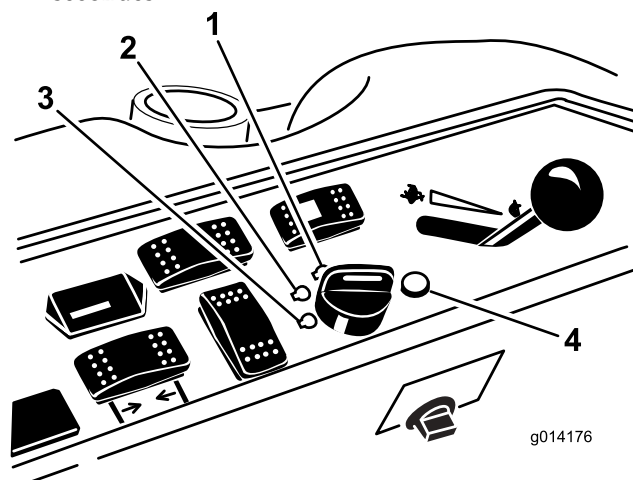

Figure 12
6. Tournez la clé dans le sens horaire en position Contact (Figure 12).
3. Tournez la clé de contact à la position arrêt (Figure 12). Attendez l'arrêt de toutes les pièces en mouvement avant de quitter la position de conduite.